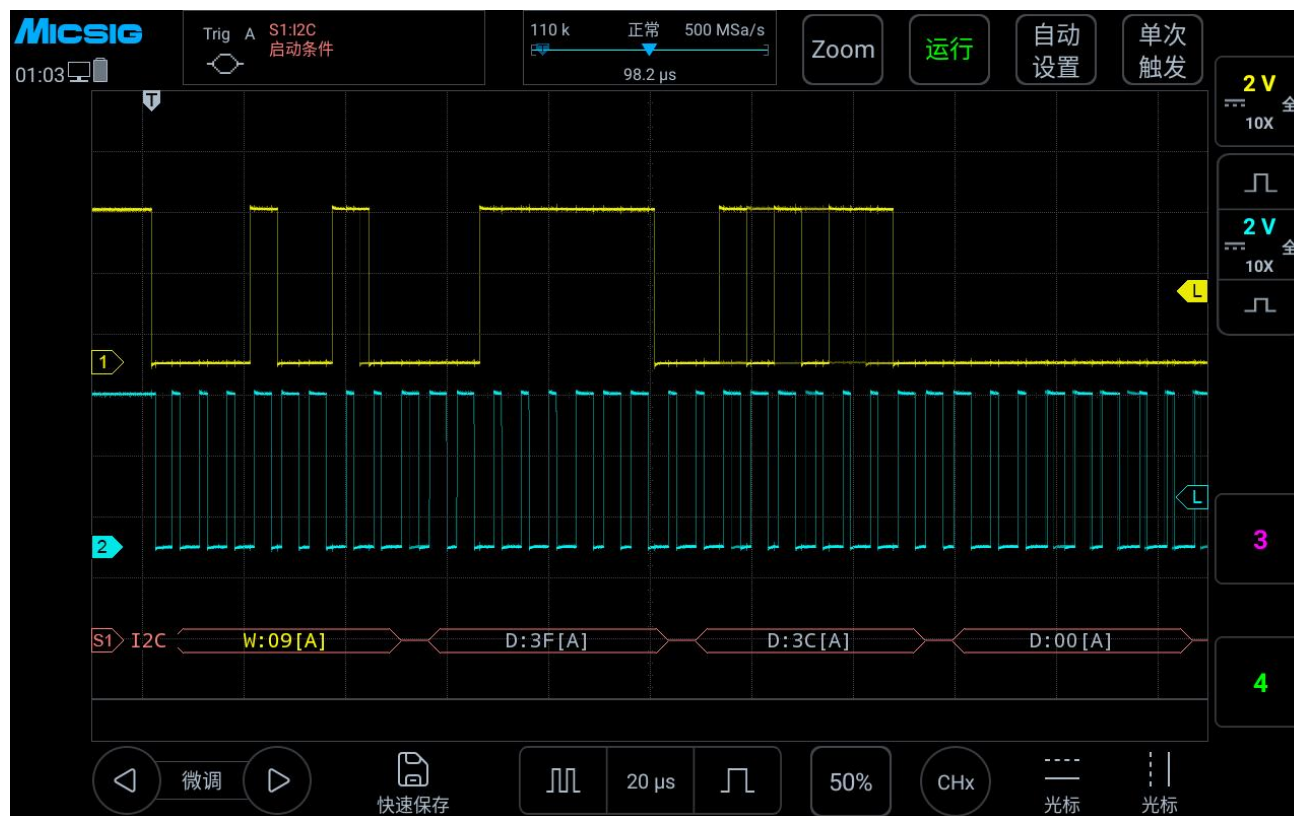

图 13-24 I2C 图形界面
- (1) 轻点 S1 打开解码通道，再次点击 S1 打开总线配置菜单；
- (2) 选择总线类型为“I2C”，打开总线设置菜单，点选时钟 SCL 为 Ch2 通道；
- (3) 打开触发方式配置菜单，在触摸屏上点选“启动条件”；
- (4) 依据信号幅值设置 2 个通道的阈值电平； I2C 触发图形界面见图 13-24：